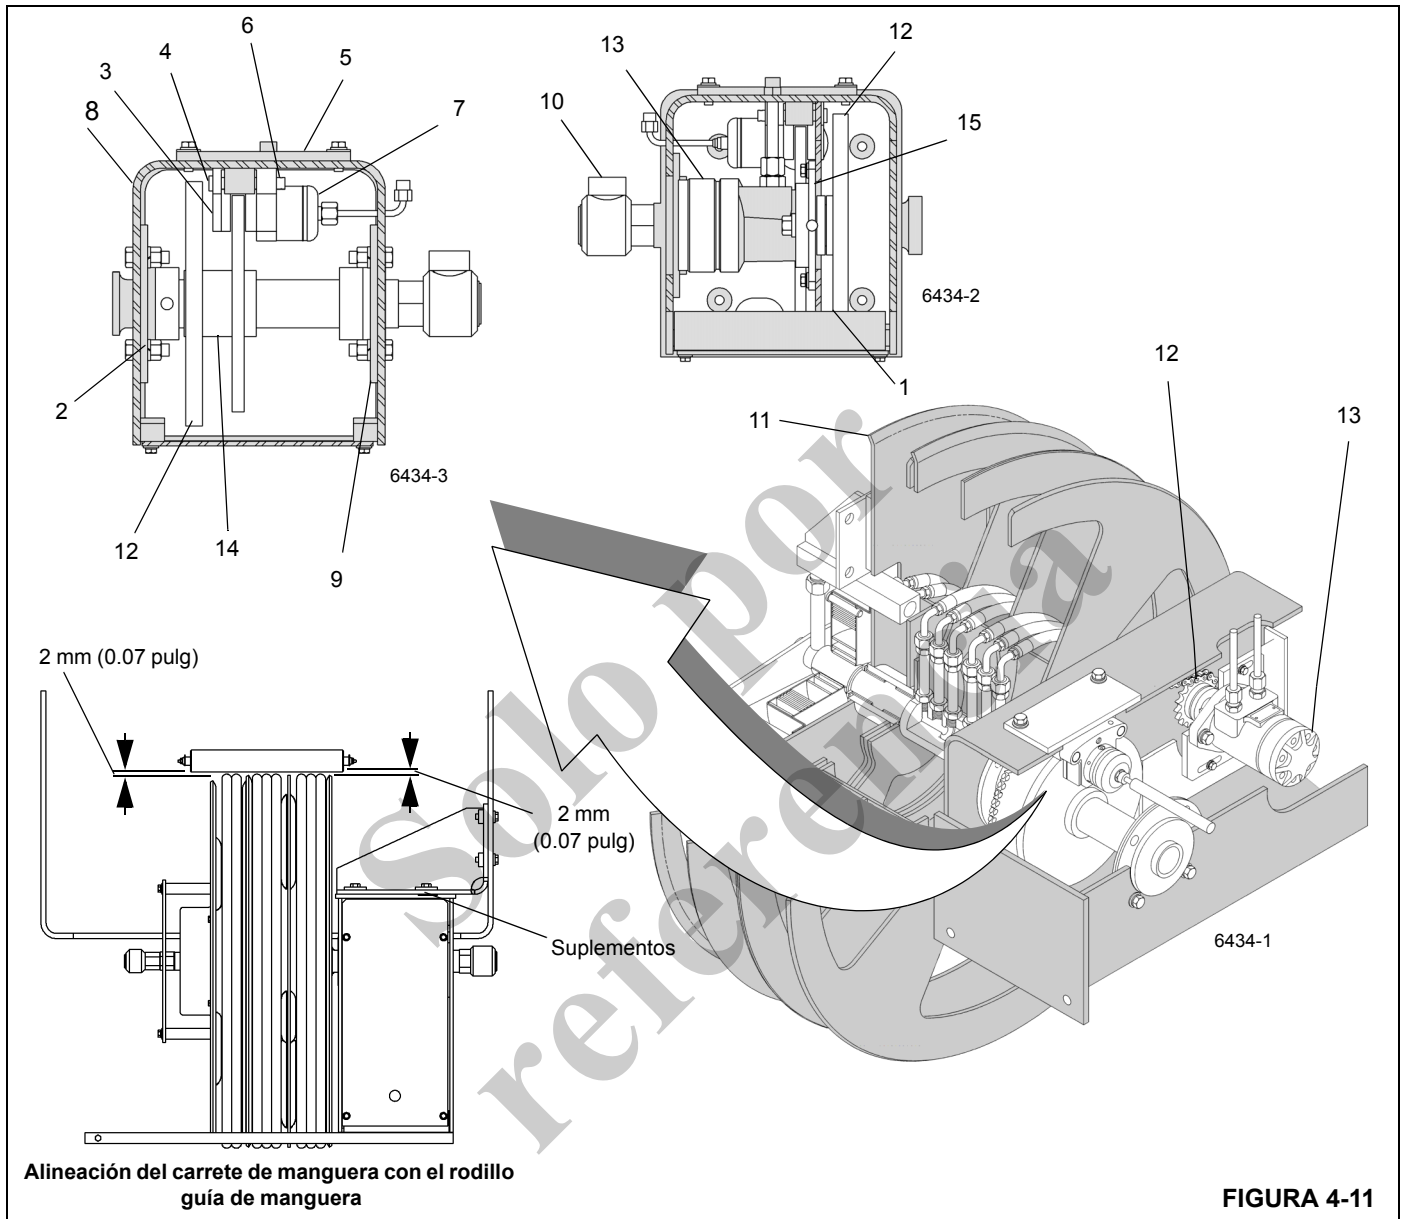

FIGURA 4-11
El carrete de mangueras hidráulicas cuádruple más uno (Figura 4-11) suministra el colector de la pluma para el cilindro de telescopización superior. El carrete de mangueras se monta en la sección central de la plataforma de giro, debajo de la pluma.
Después de instalar el carrete de la manguera y de apretar los pernos de fijación correctamente, revise la alineación del carrete de la manguera con el rodillo guía de la manguera Figura 4-11.
1. Revise las medidas entre las bridas del carrete de manguera y su rodillo guía Figura 4-11.